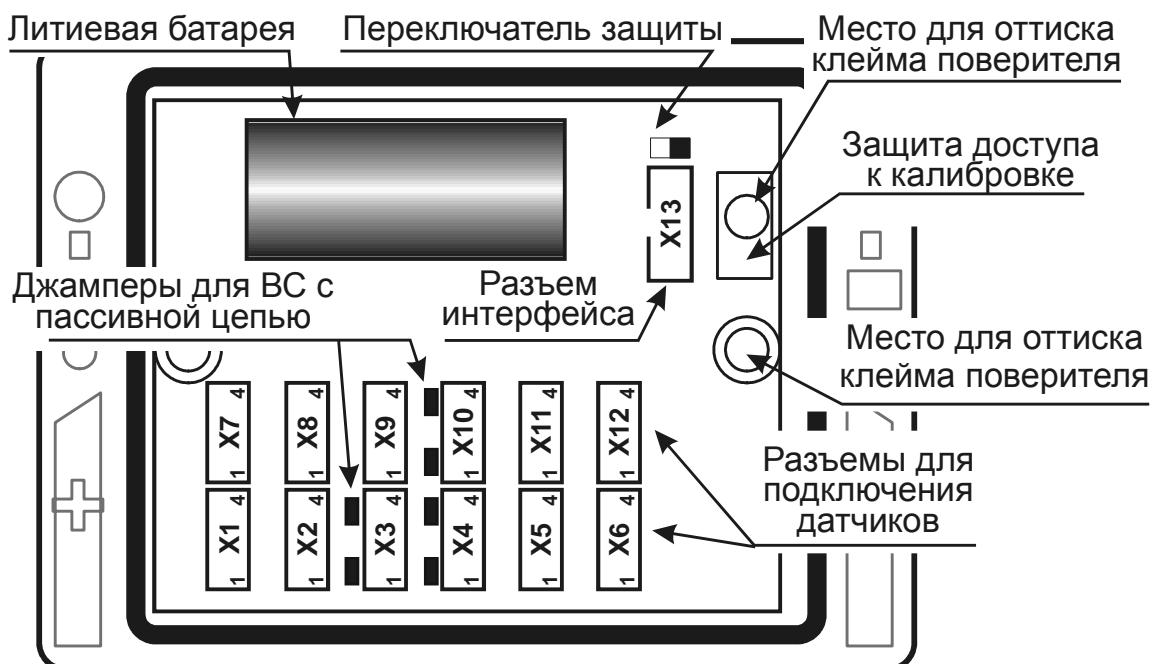
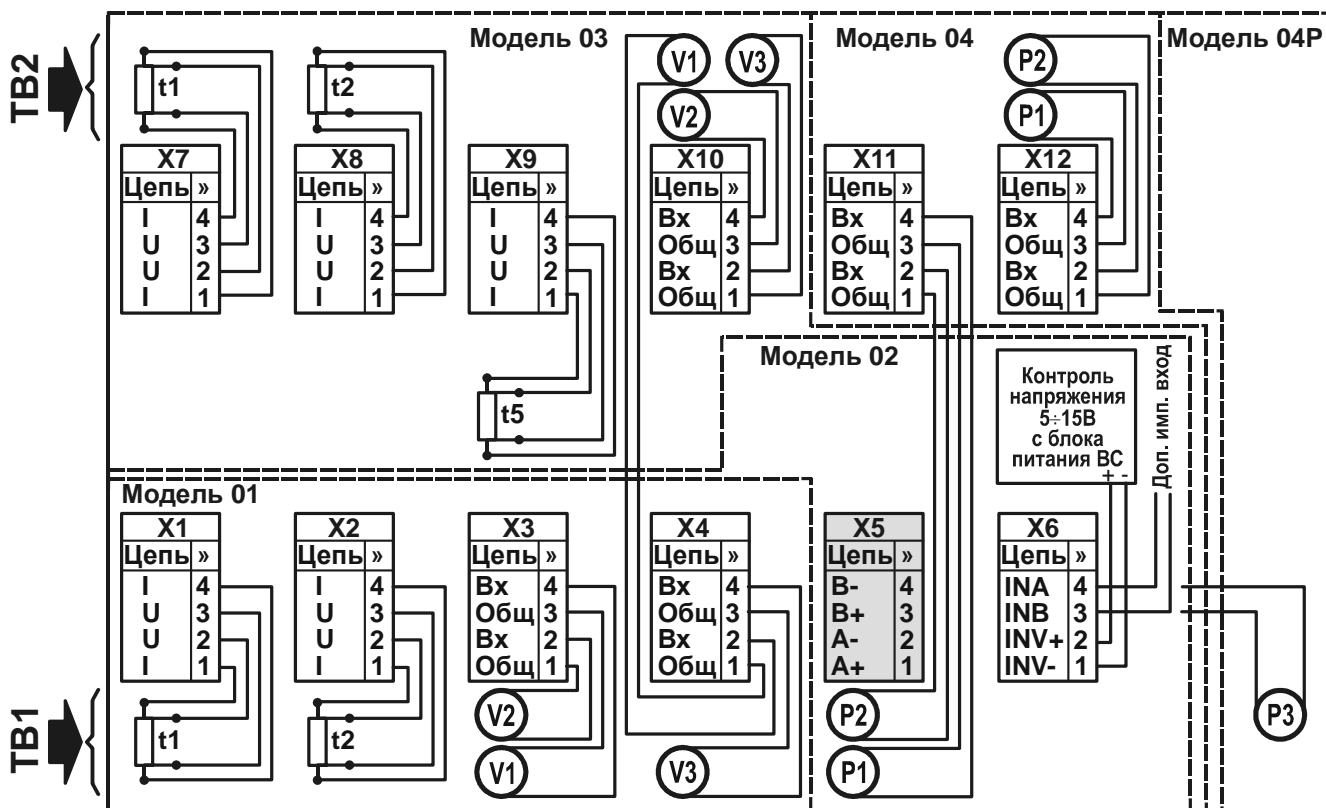

Рис. 5.3 – Вид снизу на снятую крышку ВКТ-7
Рис. 5.4 – Подключение датчиков к разъемам ВКТ-7
Разъемы для подключения внешних цепей находятся на модуле, закрепленном в крышке ВКТ-7. Размещение разъемов приведено на рис. 5.3, а схема подключения датчиков – на рис. 5.4. При поставке ВКТ-7 ответные части разъемов и джамперы установлены.
- убедиться, что левее каждого из имеющихся на модуле (установлен на крышке корпуса) разъемов X3, X4 и X10 установлены джамперы (рисунок 5.3). В противном случае джамперы следует установить, взяв их из состава поставки комплекта соединителей;
- при автоматизированной поверке убедиться, что в вычислителе установлен адаптер RS232 или универсальный адаптер RS485/RS232. В противном случае (установлен адаптер RS485 или адаптер отсутствует) следует подключить к разьему X13 (рисунок 5.3) адаптер RS232, взяв его состава поставки комплекта соединителей.